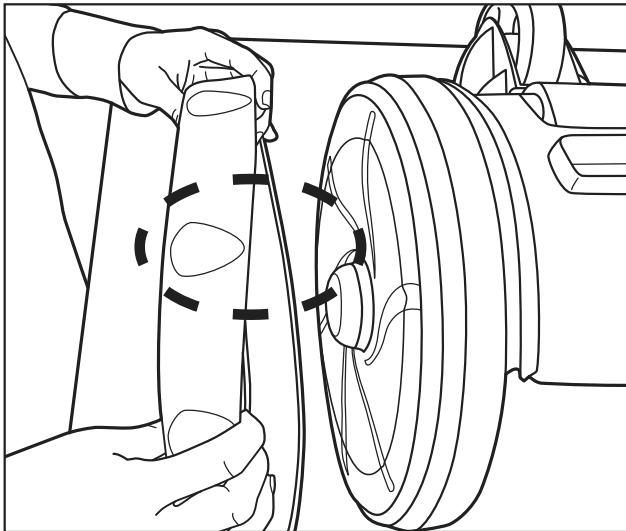

Figura 19. Orientación de los neumáticos de repuesto
3. Para reemplazar el neumático, ubique el nuevo neumático en la rueda asegurándose de orientarlo de modo que el patrón de la ranura de los neumáticos quede en el lado exterior de la rueda. Consulte la Figura 19.